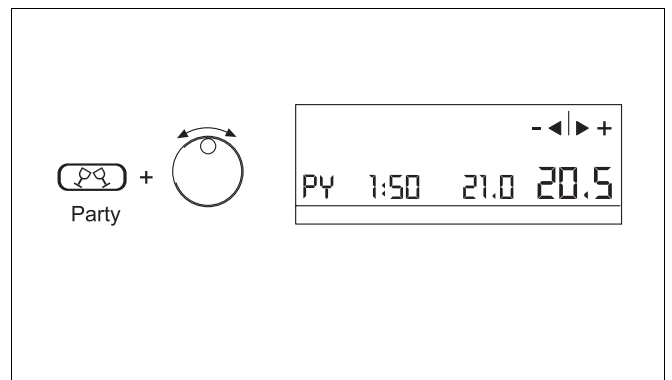

Abb. 22 Party-Betrieb einstellen
- ▶ Taste „Party“ (Abb. 22) drücken und gedrückt halten.